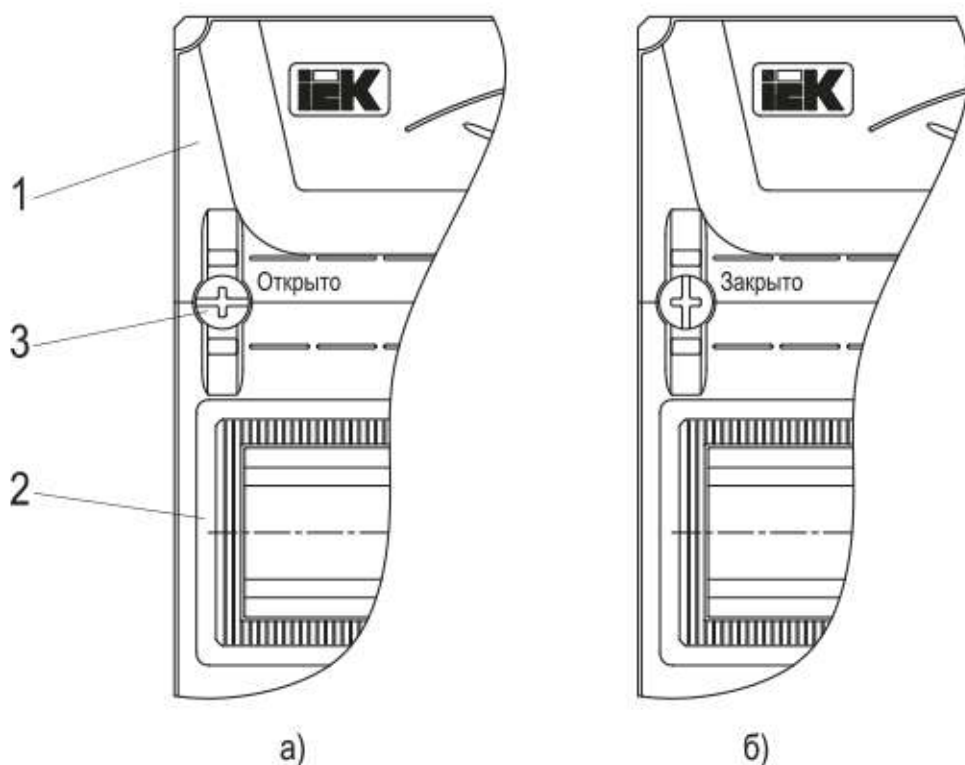

Рисунок 2 – Оперативная панель
4.4 Оперативная панель выполнена сборной, состоящей из торцевых (1) и линейных (2) модулей и крепёжных клипс (3) (рисунок 2). На линейных модулях имеются окна для выхода модульной электроаппаратуры, в нижнее окно установлена заглушка (только для корпусов с двумя окнами и более).
6.1 Открыть дверь корпуса и посредством отвёртки повернуть крепёжные клипсы на оперативной панели на угол 90° (шлиц на головке клипсы должен встать параллельно Т-образной направляющей TH35-7,5 (ГОСТ IEC 60715)), при этом панель отщелкнётся со стоек, и её можно снять (рисунок 2а). Торцевым гаечным ключом на 10 мм открутить гайки и демонтировать из оболочки монтажную раму.
6.5 Установить оперативную панель. Для этого повернуть крепёжные клипсы таким образом, чтобы шлиц на головке встал перпендикулярно Т-образной направляющей ТН35-7,5 (ГОСТ IEC 60715), и надавить на них, при этом панель защелкнётся в стойке (рисунок 2б).